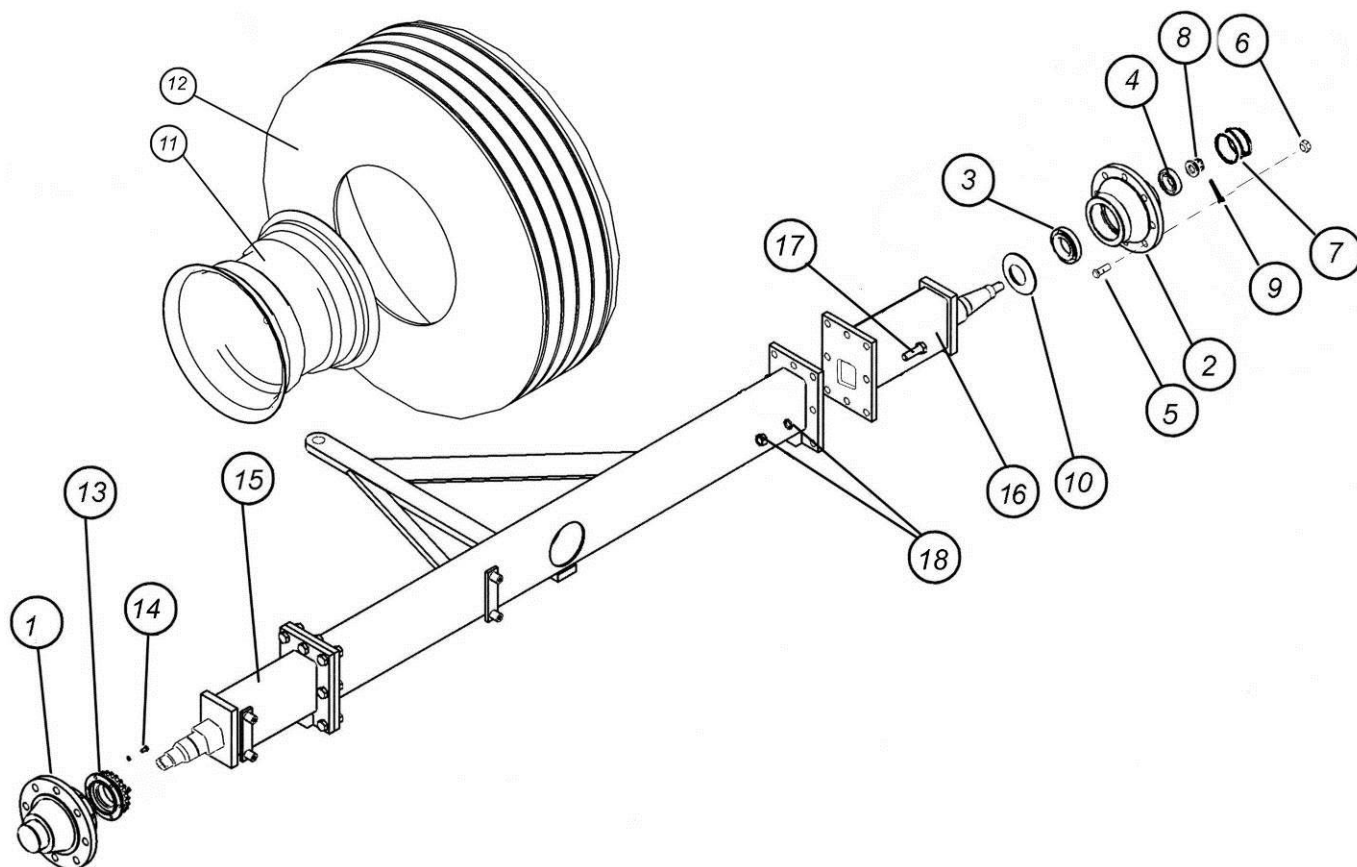

Рис. 7.2.19. Задняя ось двухосного бункера
7.2.19. Задняя ось 2-осного бункера (рис. 7.2.19)
7.2.19.1. Ось одноосного бункера V=6,5м3 (рис. 7.2.19.1)